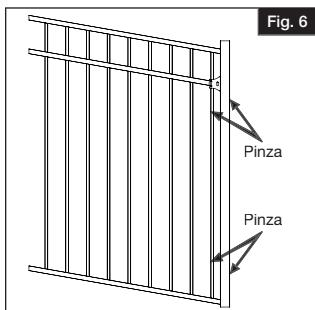

Fig. 6
- Au moyen de deux serre-joints, fixer la barrière et le montant ensemble, à partir de l'arrière du premier barreau jusqu'à l'arrière du montant (Fig. 6). Cela empêchera le panneau de bouger lors des étapes suivantes.
- c. Con dos pinzas, sujeté el portón y el montante juntos desde la parte trasera de la primera pica hasta la parte trasera del montante (Fig. 6). Así evitará que el panel se mueva en los siguientes pasos.